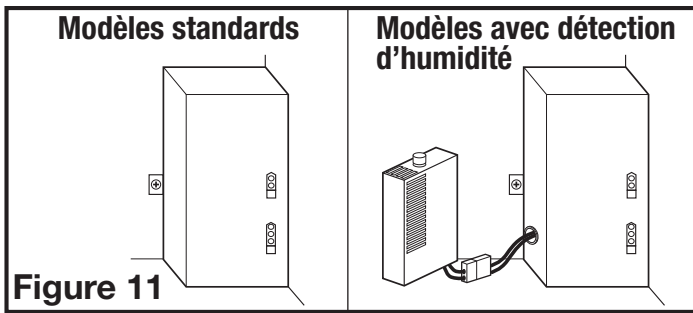

Figure 11
- 3a. **MODÈLES STANDARDS ET AVEC DÉTECTION D'HUMIDITÉ:** branchez les câbles à 2 broches du ventilateur et les câbles à 3 broches de connexion rapide du moteur dans la prise correspondante située sur le couvercle du compartiment de fil. Ces câbles ne s'adaptent que dans un sens dans les réceptacles (Figure 11).